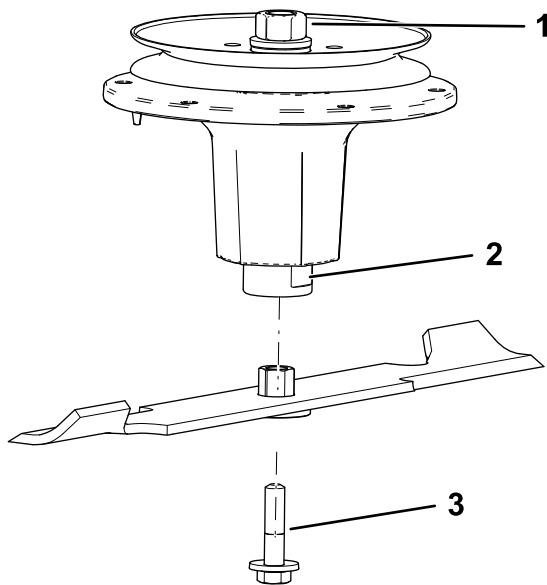

**Figura 75**
1. Instale el buje a través de la cuchilla con la brida del buje en el lado inferior (lado del césped) de la cuchilla (Figura 75).